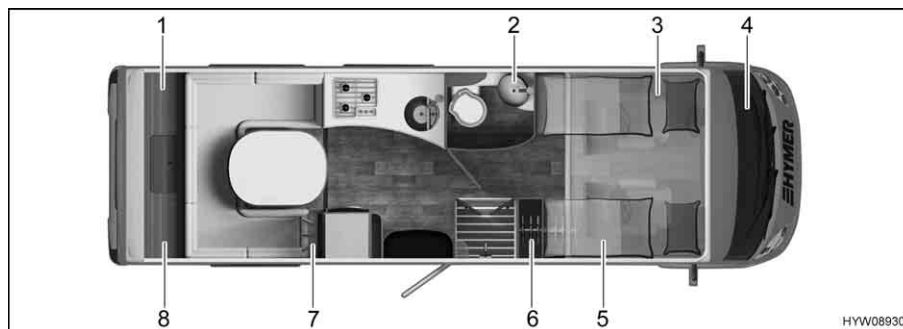

Fig. 183 Posizione delle valvole di sfiato
- nel garage di coda (Fig. 183,1 e 8)
- nell'armadio del lavabo (Fig. 183,2)
- nella console del sedile del conducente (Fig. 183,3)
- sotto a una copertura presente sul cruscotto (Fig. 183,4)
- nel vano a destra del sedile del passeggero (Fig. 183,5)
- sotto l'armadio guardaroba (Fig. 183,6)
- nel vano (Fig. 183,7)